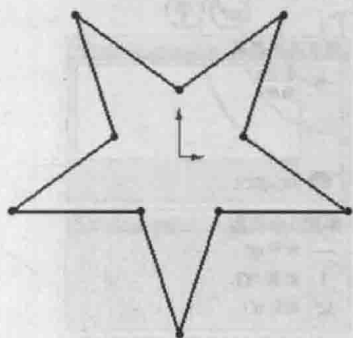

图 1-8 五角星
(9) 用同样的方法, 依次将不需要的线段剪除掉, 最终结果如图 1-8 所示。